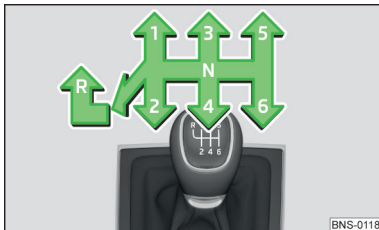

Abb. 242
Auf dem Schalthebel ist das Schaltschema für die einzelnen Gangstellungen dargestellt » Abb. 242.
- › Den Schalthebel nach unten drücken, völlig nach links und dann nach vorn in **R**-Stellung stellen » Abb. 242.